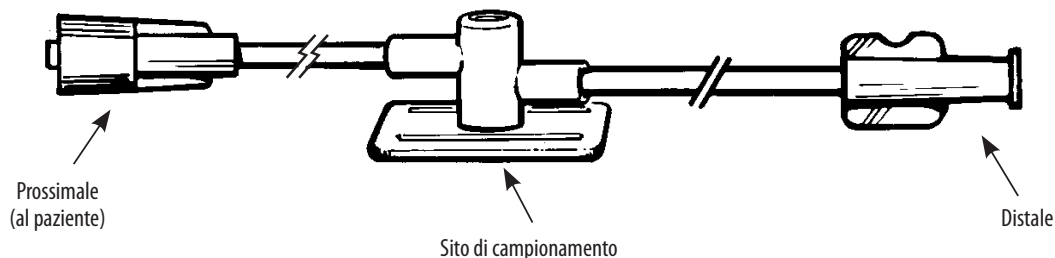

Figura 1
8. Conecte firmemente el extremo proximal del equipo con el conector Luer-Lock macho al catéter llenado previamente (Figura 1).
8. Collegare saldamente l'estremità prossimale del kit con il connettore luer-lock maschio al catetere pre-riempito (Figura 1).